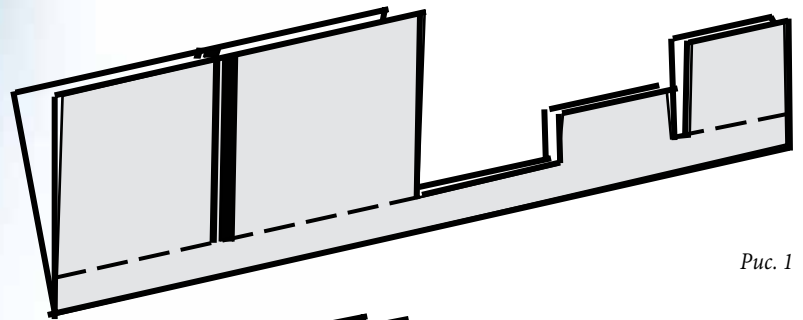

Рис. 1
– Вырезанную заготовку сложите по оси симметрии (она обозначена штриховой линией) так, чтобы оборотная сторона бумаги оказалась снаружи (рис. 1).